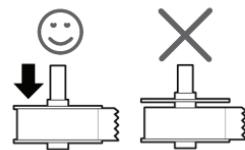

Figure 8
- 5 Placez le guide de bobine du côté droit de la bobine et pressez bien le guide contre le côté du rouleau d'étiquettes en ne laissant aucun écart entre le rouleau et la bobine. (Figure 8)